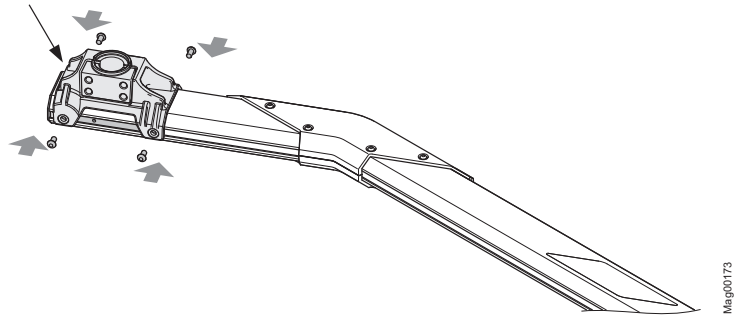

Fig. 28: Montere standard Vario-flens
18. Monter flensen på den andre siden av bommen. Vær oppmerksom på posisjonen til de to glideblokkene og tilleggsplaten. Den kortere fortanningen til flensen må peke i retning av enden til bommen. → Se også side 67, Fig. 28.